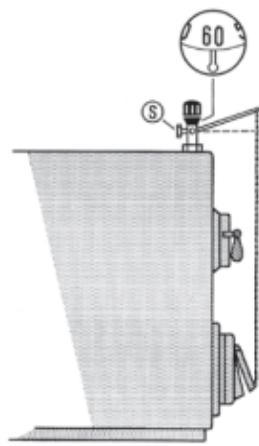

Fig. 2:
Bei **senkreichtem Einbau** muss die Sechskantschraube (S) von der Vorderseite des Kessels her gesehen nach hinten zeigen. Für die Einregulierung gelten die **weißen Zahlen** und die **weiße Marke** (Fig. 2).
When **installed vertically**, the hexagon screw (S) must point to the back when seen from the front of the boiler. In this position, the **white figures** and the **white mark** are used (Fig. 2).
Pour le **montage vertical**, la vis 6 pans (S) doit être dirigée vers l'arrière, vue de l'avant de la chaudière. Les **chiffres et les repères blancs** servent au réglage (Fig. 2).